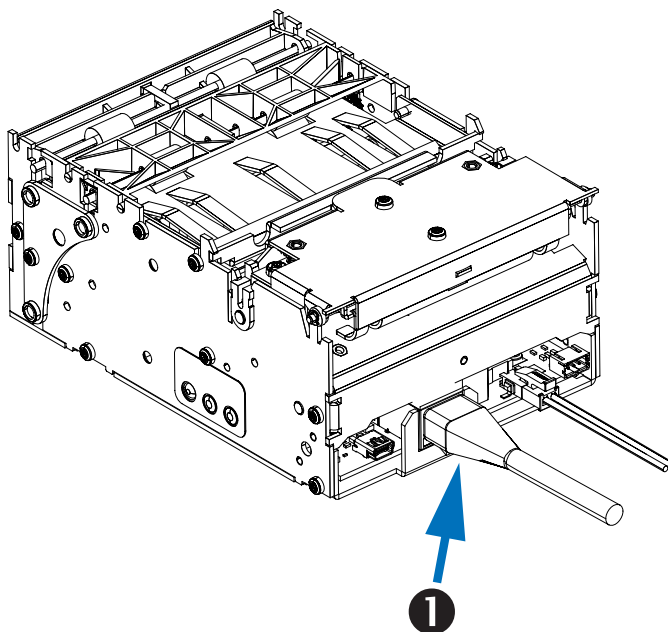

Figure 4-5 • Connexion Ethernet
Reportez-vous à la Figure 4-5. La configuration USB/Ethernet KR403 inclut une connexion Ethernet RJ45 résidant sur la carte logique principale ❶. Elle est compatible avec les câbles CAT5, CAT5e et CAT6. Les câbles ne sont pas proposés avec l'imprimante ; l'intégrateur doit fournir un câble compatible 802.3.